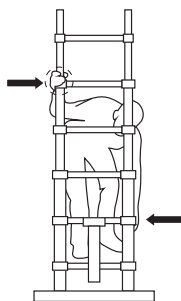

Fig. 5
3. Placer les pouces sur le mécanisme de déverrouillage de la deuxième marche en partant du bas (Fig. 5). Selon le modèle utilisé, pousser chaque mécanisme de déverrouillage vers l'intérieur ou vers le haut pour déverrouiller l'échelle (Schéma 3).